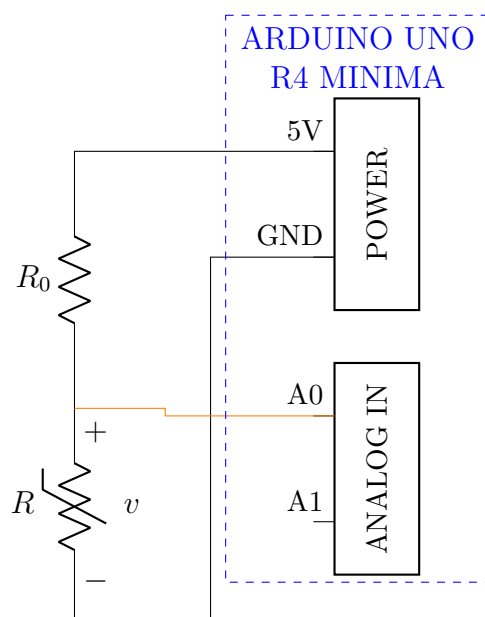

Figura 3.1: Conexión de circuito para el Laboratorio 3
- a. Arme el circuito tal como se muestra en la Figura 3.1.